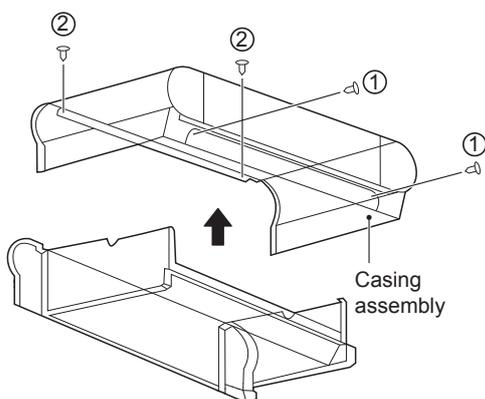

Figura 4-4 Desmontaje de la carcasa
- Tal y como se muestra en la Figura 4-4, quite los tornillos ① *2 y ② *2, y después la carcasa.